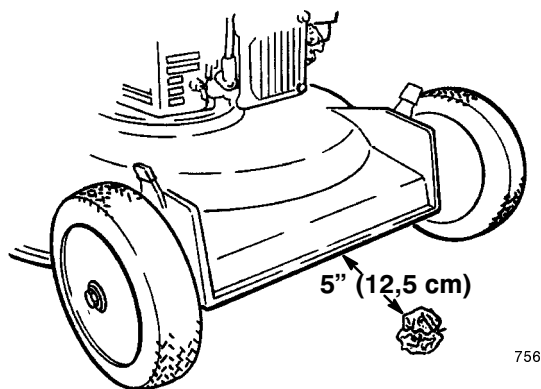

Figure 10
5. Froisser une demi-feuille de papier journal en une boule d'environ 7 cm de diamètre (3"), suffisamment serrée pour passer sous le carter de tondeuse (Fig. 10).
6. Poser la boule devant la tondeuse, à une distance d'environ 12 cm (5") (Fig. 10).
- A. Poser la boule devant la tondeuse, à une distance d'environ 12 cm (5") (Fig. 10).